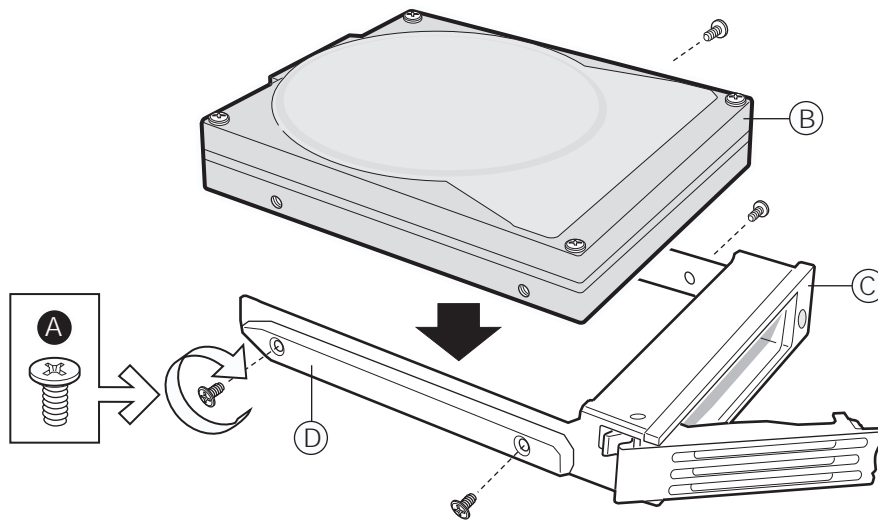

Figure 20. Disque dur SCA et support de lecteur à interchangeabilité rapide
3. Orienter le lecteur comme indiqué dans figure 20.